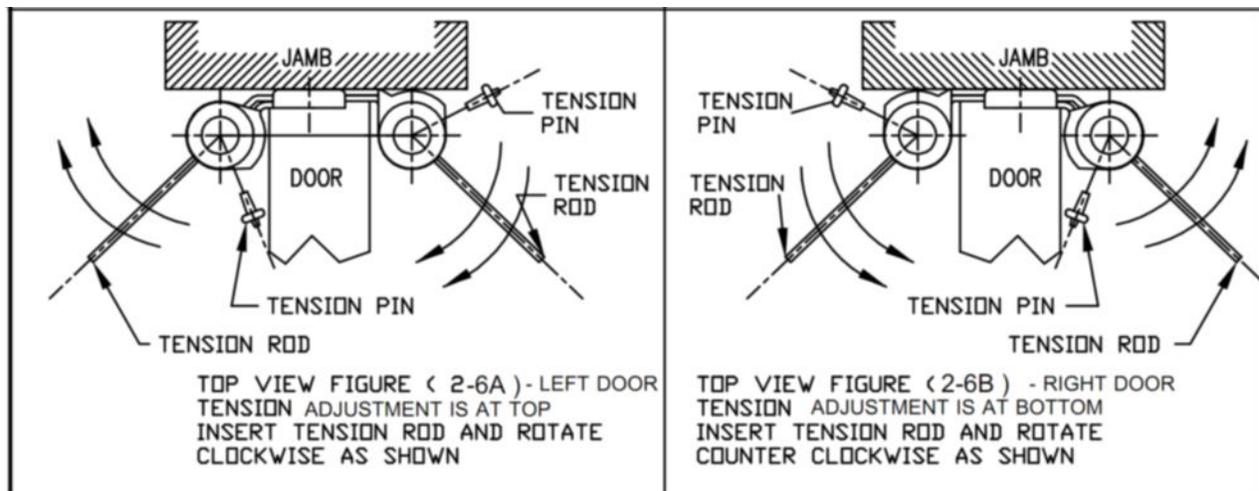

Figura 2-6. Ajuste de la tensión de la bisagra de la puerta.
3. Con la varilla de tensión o una broca, gire la bisagra en la dirección de la flecha como se muestra en la figura 2-6. Cuando obtenga la tensión deseada, vuelva a insertar el pasador de tensión y retire la varilla de tensión o broca.
4. Repita el procedimiento en todos los ocho (8) puntos de ajuste (cuatro por cada puerta).